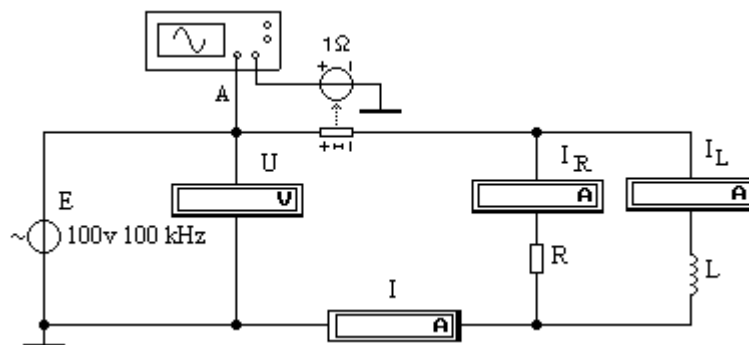

Рисунок 1- Схема исследования RL - цепи.
1.Собрать схему электрической цепи (рис. 1).